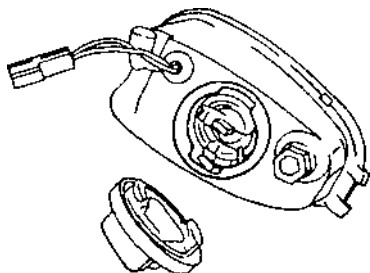

Рис. 9.28.
- Разъединить разъем электропроводов, снять крышку противотуманной фары (рис. 9.28).